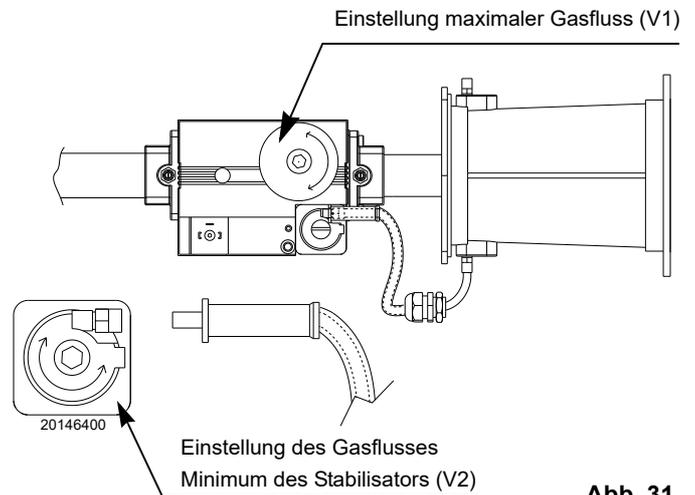

Abb. 31
- um den Gasdurchsatz und CO₂ zu erhöhen: die Schraube V1 Richtung "+" Zeichen drehen (Abb. 31);
- um den Gasdurchsatz und das CO₂ zu verringern: die Schraube V1 Richtung "-" Zeichen drehen (Abb. 31).
- um den Gasdurchsatz und CO₂ zu erhöhen: die Schraube V2 Richtung "+" Zeichen drehen (Abb. 31);
- um den Gasdurchsatz und das CO₂ zu verringern: die Schraube V2 Richtung "-" Zeichen drehen (Abb. 31).